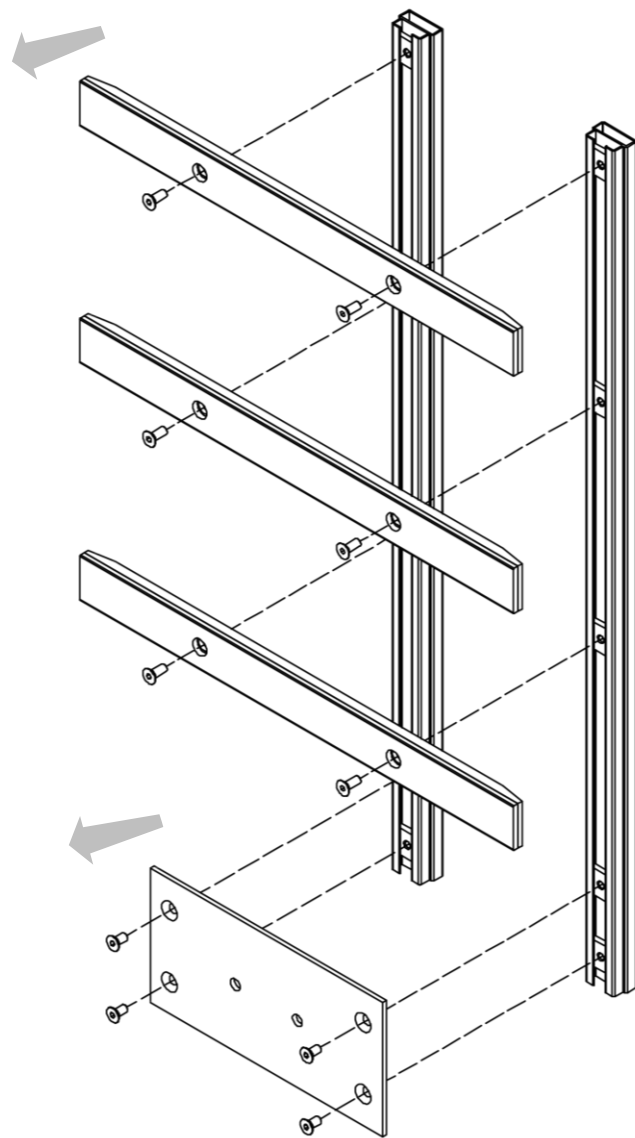

Figura 59
5. Prendere come riferimento la *Figura 59*.